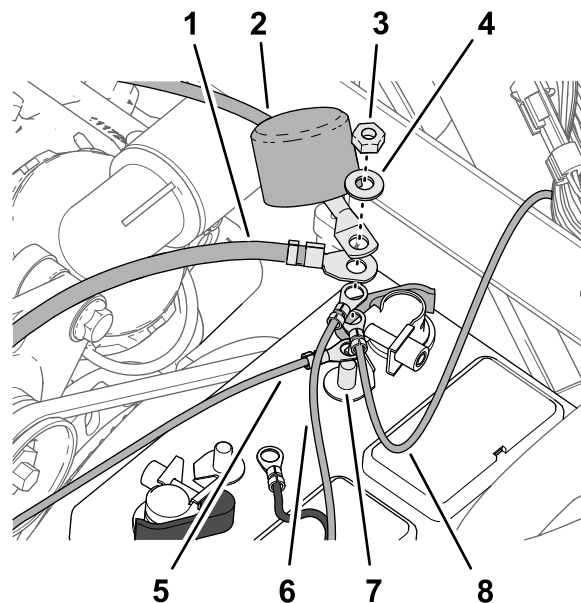

図 210
2. 以下のワイヤおよびケーブル端子を、バッテリーのプラス端子のねじ山付きポストに、以下の順序で取り付ける図 210
4. バッテリーのスタータ向けプラスケーブルの絶縁カバーをねじ山付きポストに取り付ける図 210。